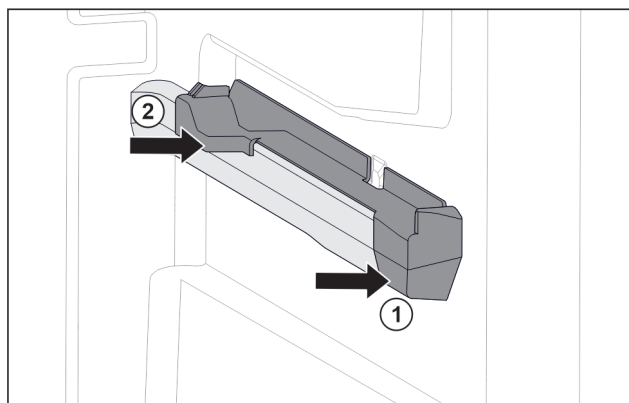

Fig. 76 Násuvný diel na pravom rebro nádoby
- Nasadte násuvný diel vpredu na rebro nádoby. *Fig. 76 (1)*
- Pritlačte násuvný diel vzadu. *Fig. 76 (2)*